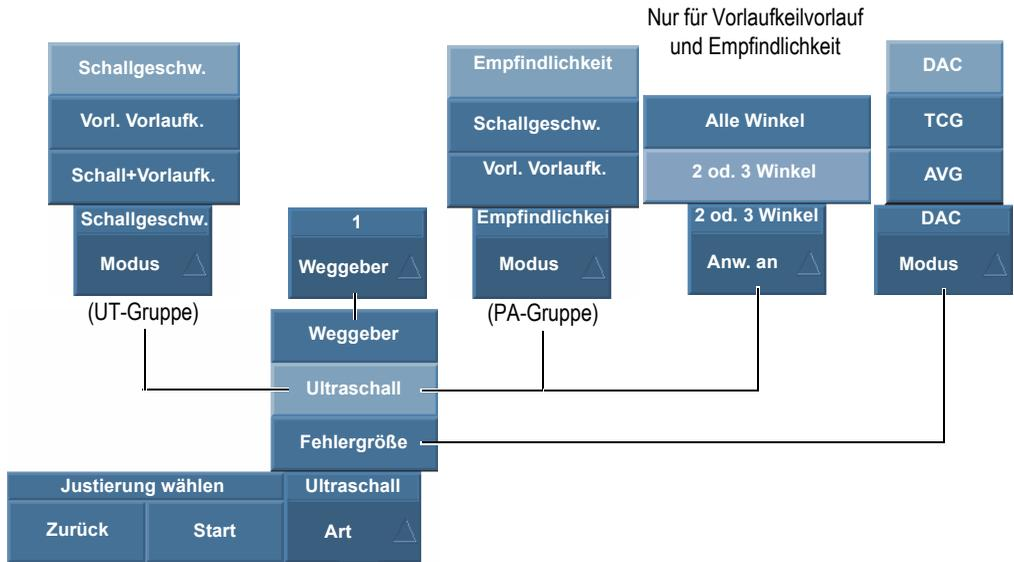
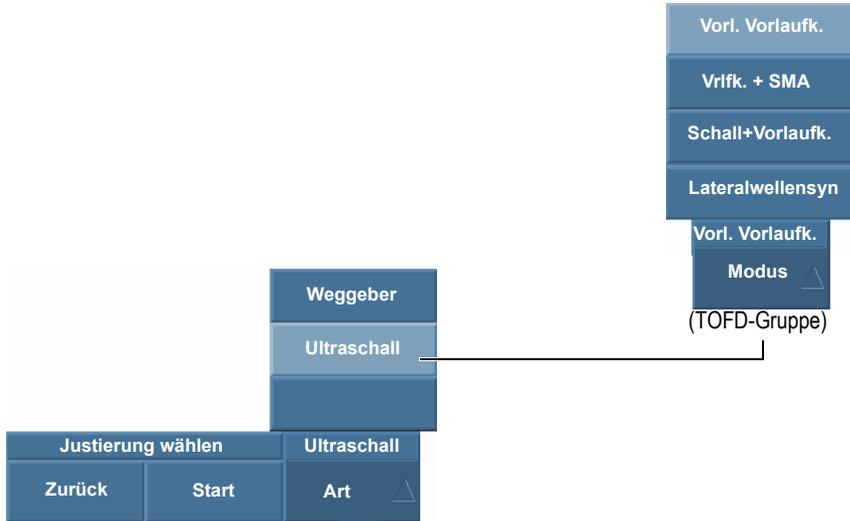

Abbildung 5-1 Parameterauswahl im Schritt Justierung
Abbildung 5-2 Parameterauswahl für die Justierung – TOFD-Gruppe
2. Wählen Sie aus der Liste **Art** die Justierung aus, die Sie durchführen wollen (siehe Abbildung 5-1 auf Seite 128 und Abbildung 5-2 auf Seite 128).
3. Wählen Sie, je nach der Auswahl im vorherigen Schritt (siehe Abbildung 5-1 auf Seite 128) das zu justierende Element aus der Liste **Weggeber** oder **Modus** aus.